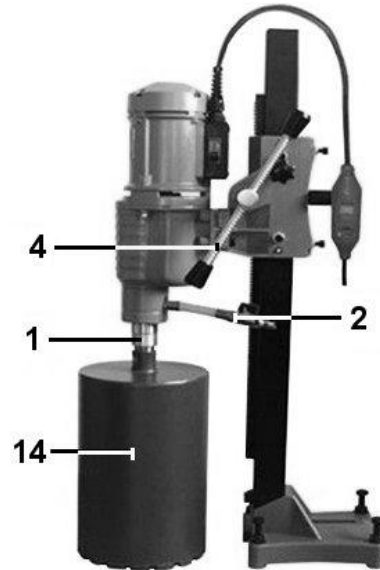

Рис. 3
### 7.2. Установка инструмента или оснастки на шпинделе дрели (Рис. 3).
7.2.2. При помощи ключей установите коронку (14) (в комплект поставки не входит, см. раздел 13) на шпиндель (1); в узел подачи воды (2) подсоедините шланг подачи воды (в комплект поставки не входит) для подключения устройства подачи воды (Рис. 3).